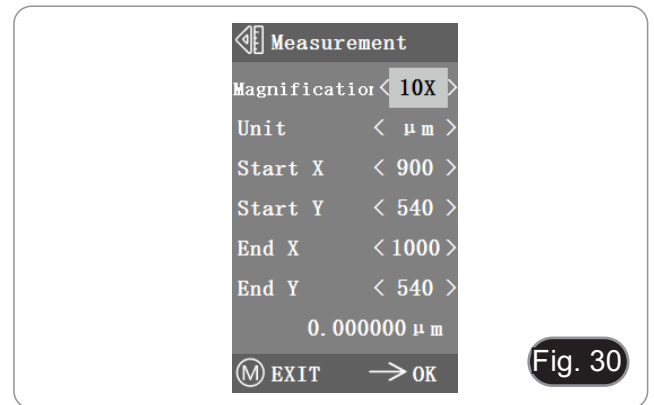

Fig. 30
3. Spostare il punto iniziale e finale della posizione X e Y premendo ← e →: la lunghezza della misurazione viene visualizzata in tempo reale. (Fig. 30)